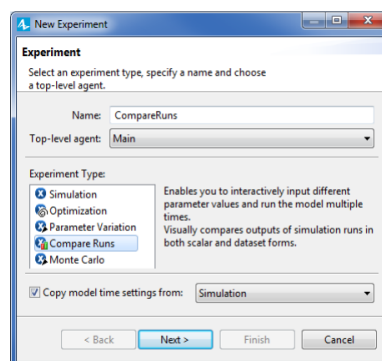

Рисунок 9.4 – Вибір *Compare Runs*
7. Оберіть *Compare Runs experiment* зі списку типів експериментів і натисніть *Next* (рис. 9.4).